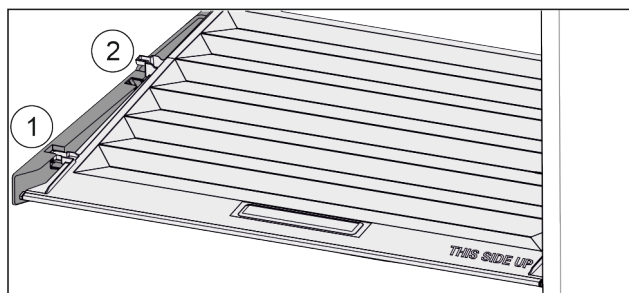

Fig. 40
- Vytáhněte víko dopředu až k otvoru v přídržných dílech Fig. 40 (1).
- Vzadu zespuďte nadzvedněte a vyjměte směrem nahoru Fig. 40 (2).